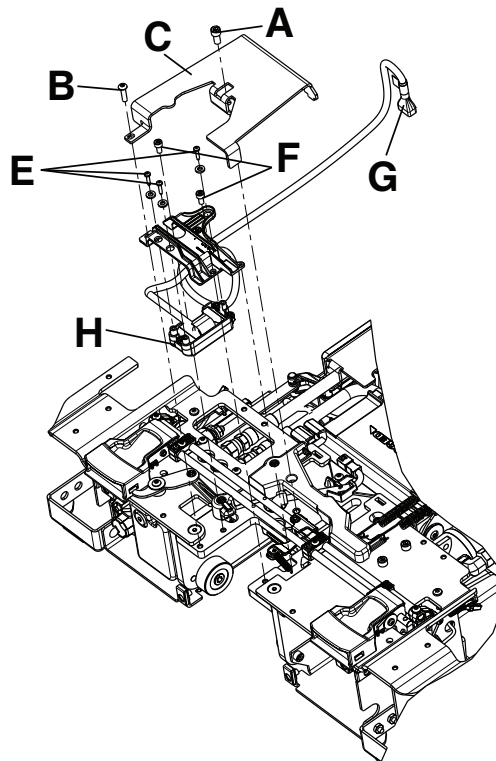

Figure 26 – Ensemble de bobine à induction
2. À l'aide d'une clé à six pans de 5/32 po, retirer la vis (A) qui fixe l'ensemble de bobine à induction au châssis (Figure 26). Conserver la vis.
3. À l'aide d'une clé à six pans de 3/16 po, retirer la vis (B) qui fixe l'ensemble de bobine à induction au châssis (Figure 26). Conserver la vis.
4. Retirer et conserver le couvercle (C) (Figure 26).
6. À l'aide d'une clé Torx T25, retirer les vis (E) qui fixent le support de charge (Figure 26). Conserver les vis.
7. À l'aide d'une clé à six pans de 5/32 po, retirer la vis (F) qui fixe le support de charge (Figure 26). Conserver la vis.
9. Débrancher le câble (G) de l'ensemble de carte de commande du chariot et retirer la bobine à induction (H) (Figure 26). Jeter la bobine à induction.